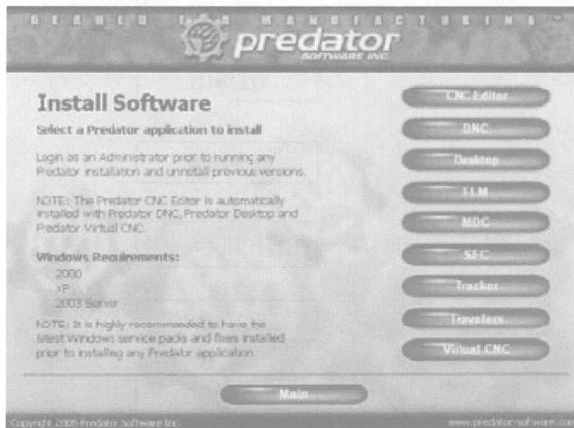
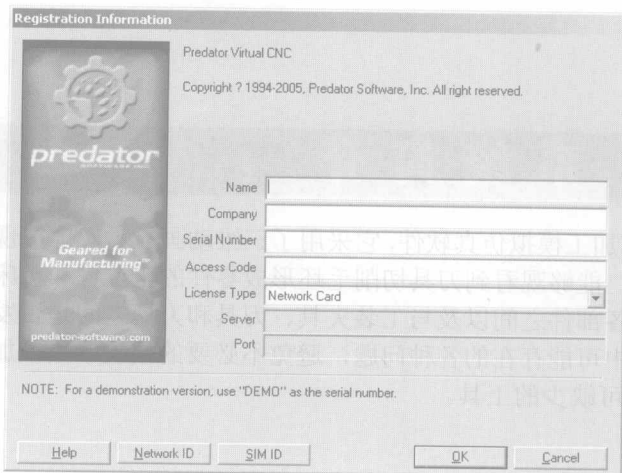
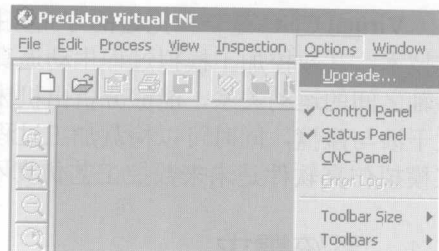

图 1-1 安装界面
图 1-2 软件注册
图 1-3 软件升级
- ① 将 CD 盘插入光驱;
- ② 运行 install.exe, 出现对话框, 见图 1-1;
- ③ 选择安装 Virtual CNC;
④ 如果是初次安装 Virtual CNC, 系统出现注册窗口, 如图 1-2 所示。如果先前已经安装过了, 需要重新安装, 则不需要重新注册。输入公司名、注册号与授权码。若是网络版, License Type 则选择为“Floating License Manager”, 并输入服务器地址与端口号。若是单机版, 则选择 License Type 为“Network Card”。
⑤ 选择 OK 确认, 进行安装直至完成。若不输入注册号与授权码, 则选择“Cancel”, 进入 Demo 版本。
⑥ 若安装更新版本或软件升级, 则在软件菜单栏中选择 Options > Upgrade 重新注册, 如图 1-3 所示。